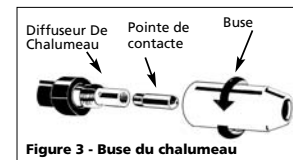

Figure 3 - Buse du chalumeau
b. Le fil s'agence à la pointe de contact sur l'extrémité du pistolet (voir figure 3).
- Enlever la buse en la tournant au sens contraire des aiguilles d'une montre. Ensuite desserrer la pointe de contact du bout du chalumeau de soudeur (Voir Figure 3). Brancher le soudeur dans une prise de courant convenable.
buse en tournant dans le sens des aiguilles d'une montre (voir figure 3). Couper le fil à environ 1/4 po (0,635 cm) de l'extrémité de la buse.